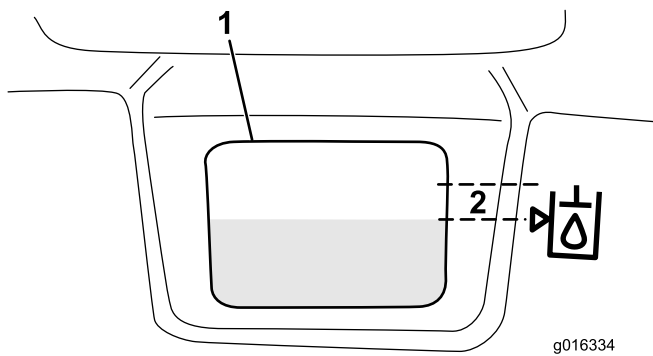

Bild 32
3. Füllen Sie den Behälter langsam mit der entsprechenden Hydraulikölsorte, bis der Ölstand beim Pfeil (oder in einem Bereich von 6 mm vom Pfeil) im Symbol neben dem weißen Schauglas vorne am Behälter liegt (Bild 32). Füllen Sie nicht zu viel ein.